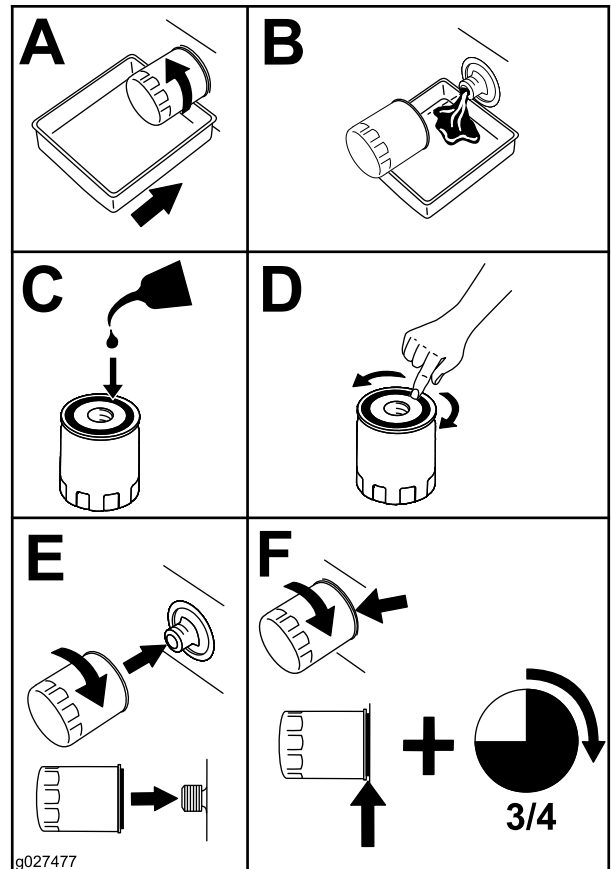

**Bild 33**
8. Gießen Sie langsam ungefähr 80 % der angegebenen Ölart in den Einfüllstutzen und füllen Sie dann vorsichtig mehr Öl ein, um den Ölstand an die **Voll**-Markierung zu bringen (Bild 33).